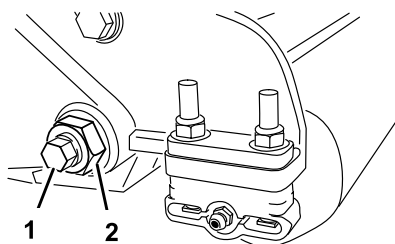
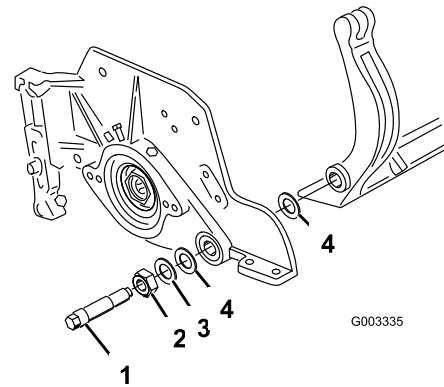

Bild 26
Bild 27
3. Lösen Sie an jeder Seite der Maschine die Klemmmutter, mit der die Schraube des Untermesserträgers befestigt ist (Bild 26).
und von der Maschine entfernt werden kann (Bild 26). Bewahren Sie die beiden Nylonscheiben und die beiden Scheiben aus gestanzten Stahl an jedem Ende des Untermessers auf (Bild 27).
2. Befestigen Sie den Untermesserträger mit den Untermesserträgerschrauben (Muttern an den Schrauben) und den sechs Scheiben an jeder Seitenplatte. Legen Sie eine Nylonscheibe an jede Seite des Seitenplattenansatzes. Legen Sie eine Stahlscheibe außen auf jede Nylonscheibe (Bild 27). Ziehen Sie die Schrauben des Untermesserträgers auf 37–45 Nm an. Ziehen Sie die Sicherungsmuttern an, bis sich die Stahlscheibe außen nicht mehr dreht und kein Spiel am Ende vorhanden ist, ziehen Sie jedoch nicht zu stark an oder verbiegen Sie die Seitenplatten. Die Scheiben innen können einen Abstand aufweisen.